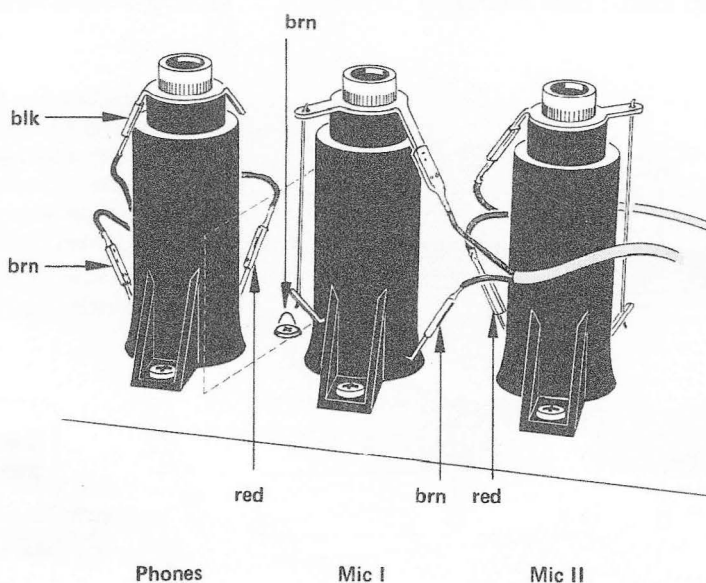

Bild 3.13.—18
- Steckverbindungen an den Jack-Buchsen lösen (Bild 3.13.—18).